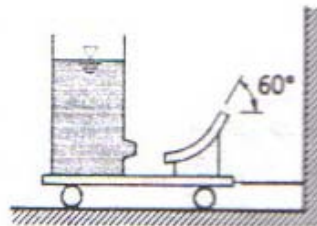

Figura 7
**P8.** Un gran estanque se coloca sobre un carrito. Desde el estanque se emite agua a través de una tobera de  $600[mm^2]$  a una velocidad de  $10[m/s]$ . Suponga que el estanque es muy grande. Un álabe que desvía el agua  $60^\circ$  se une al carrito. Determine la tensión en el alambre que mantiene al carrito fijo y la fuerza que el carrito ejerce sobre él (figura 7).